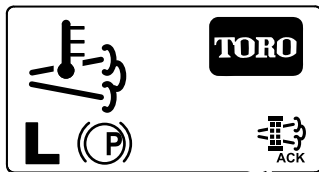

Bild 66
8. Im InfoCenter wird der Homebildschirm angezeigt; das Symbol für die Bestätigung der Regenerierung (Bild 66) wird unten rechts auf dem Bildschirm angezeigt, wenn die Regenerierung ausgeführt wird.